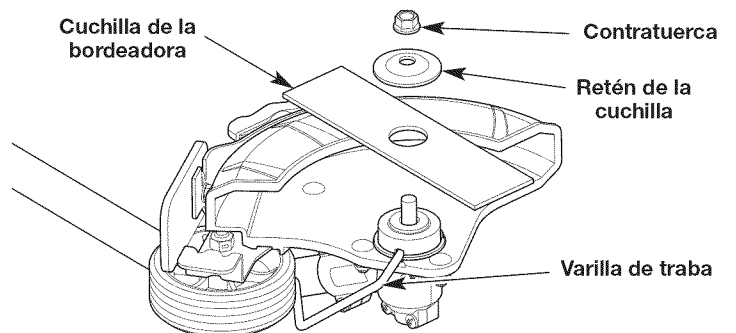

Fig. 10
4. Quite la varilla de traba. Quite la contratuerca, el retenedor de la cuchilla y la cuchilla de la bordeadora (Fig. 10). Guarde la contratuerca y el retén de la cuchilla para instalar la nueva cuchilla de la bordeadora.
5. Instale la nueva cuchilla de la bordeadora y el retén de la cuchilla y la contratuerca (Fig. 10).